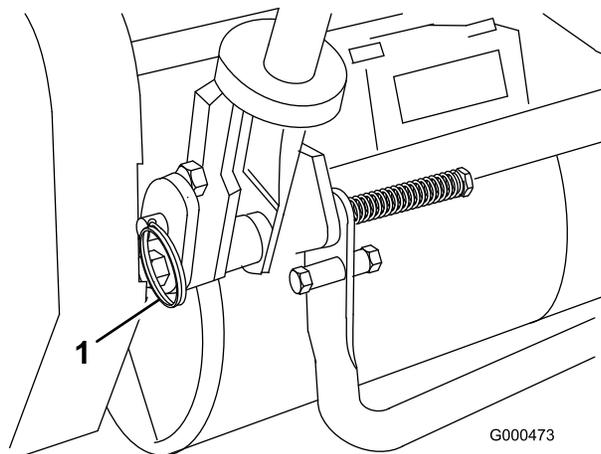

図 11
- 機体左右のリング・ピンからヘアピン・コッターを抜き取る (図 11)。
- ハンドルを支えながら、左右のリング・ピンを抜き、ハンドルを希望の高さにセットする (図 11)。